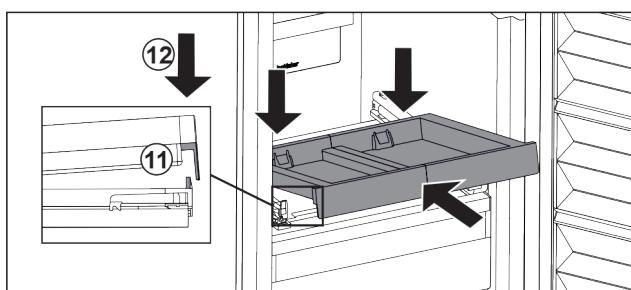

Fig. 22
- Встановити навколо. Звертайте увагу, щоб з обох боків упор був за накладкою. Fig. 22 (11)
- Витяжну панель опустити спереду. Fig. 22 (12)